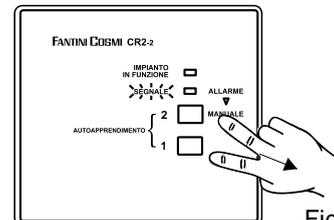

Fig.4
**Ricevitore CR2-2** (fig.4) Effettuati i collegamenti elettrici, il ricevitore deve essere messo in grado di ricevere i segnali inviati dal trasmettitore CR2-1.